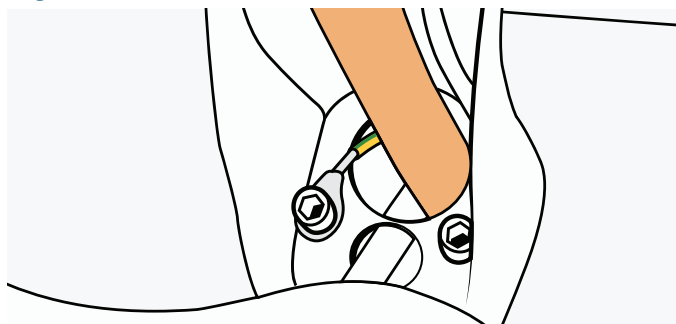

Figure 117
- Bec de remplissage intérieur. Voir Figure 117.